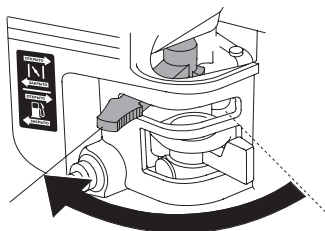

Рис. 22. Рычаг управления воздушной заслонкой
- Закройте воздушную заслонку карбюратора. Для этого переведите рычаг управления воздушной заслонкой в крайнее левое положение (Рис. 22).